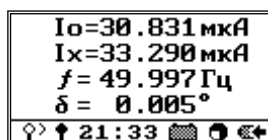

Рисунок 71
7.3.16 Нажатие кнопки **Enter** запускает второй этап измерений. По истечении двух-трех интервалов усреднения, когда на экране будут отображаться стабильные повторяющиеся значения (рисунок 71), нажмите кнопку **Enter** и зафиксируйте набор отображаемых данных (токи I_{o2} и I_{x2}) в качестве результатов второго этапа. При необходимости сохранения измеренных величин на SD-карте нажмите кнопку .